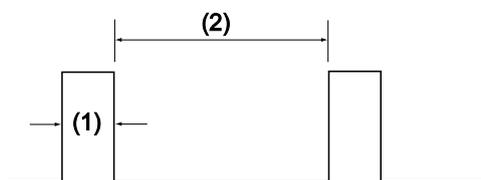
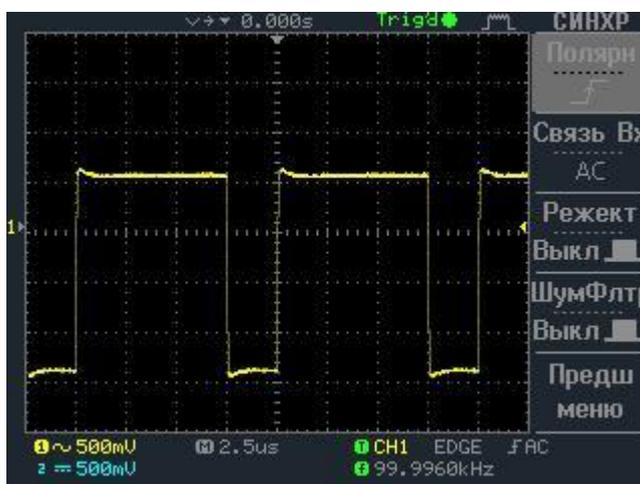
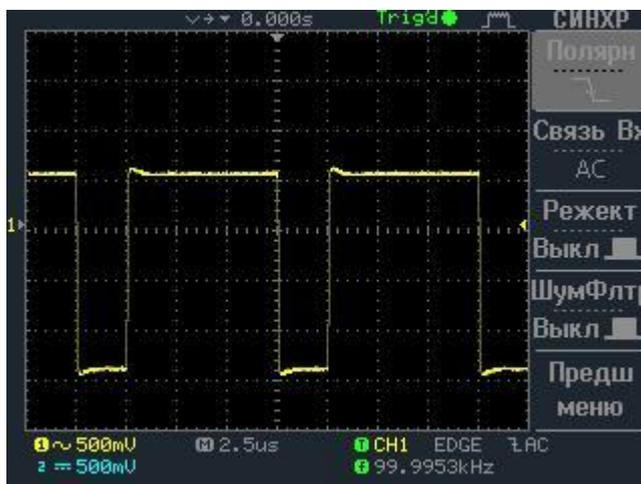

Рис. 8-9. Полярность сигнала
Рис. 8-10. Положительная полярность сигнала
Рис.8-11. Отрицательная полярность сигнала
- 1) при задании положительной полярности сигнала, анализироваться будет длительность импульса, отмеченная на рис. 8-9 как (1). В этом случае после запуска развертки изображение на ЖКИ будет как на рис. 8-10
- 2) при задании отрицательной полярности сигнала, анализироваться будет длительность импульса, отмеченная на рис. 8-9 как (2). В этом случае после запуска развертки изображение на ЖКИ будет как на рис. 8-11